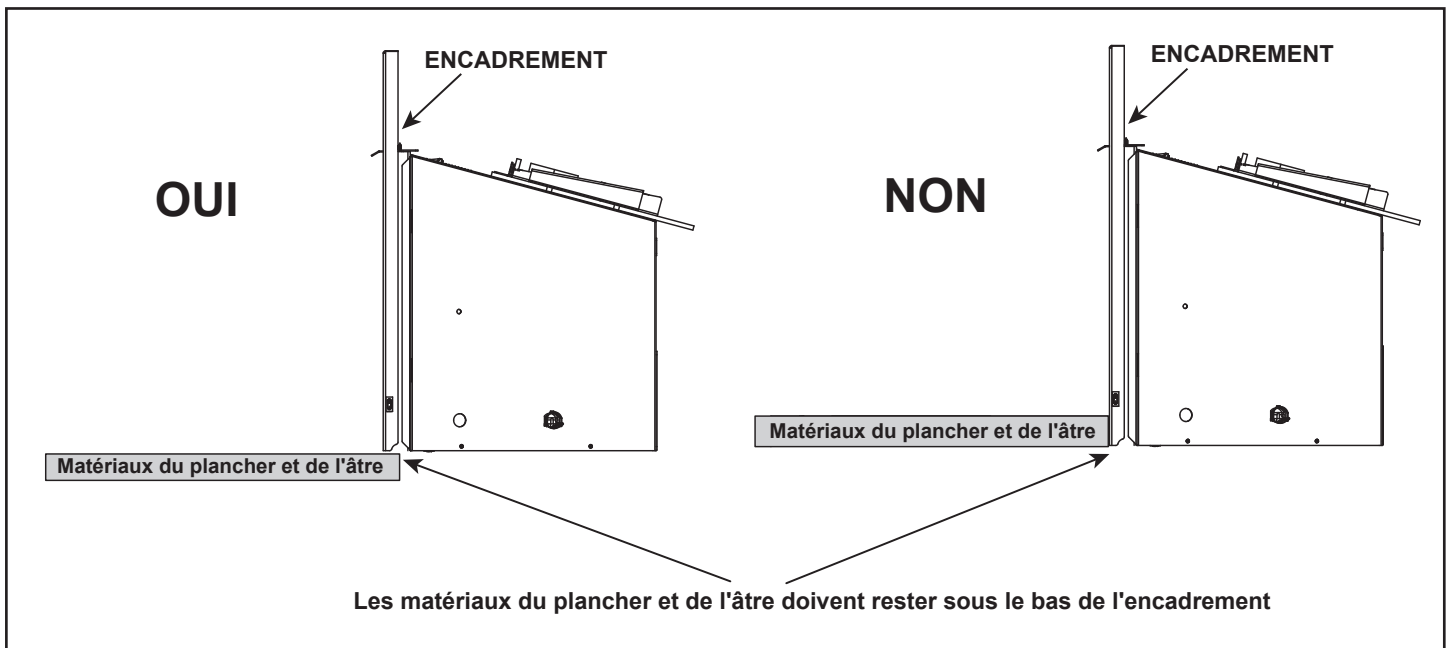

Figure 8.5 Matériaux du plancher et de l'âtre
- Tous les matériaux du plancher et de l'âtre doivent rester sous la partie inférieure de l'encadrement. Voir la figure 8.5.